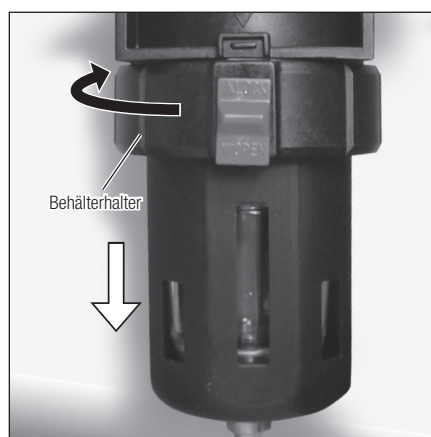

Abb. 34
- 5) Drehen Sie den Behälterhalter im Uhrzeigersinn, um ihn nach unten zu drücken. Behälterhalter und Behälterschutz können nun entfernt werden (Abb. 34).